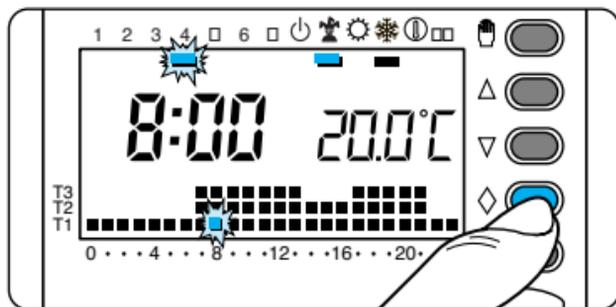

Fig. 45
9.8 - Premere il pulsante \diamond (fig. 45).